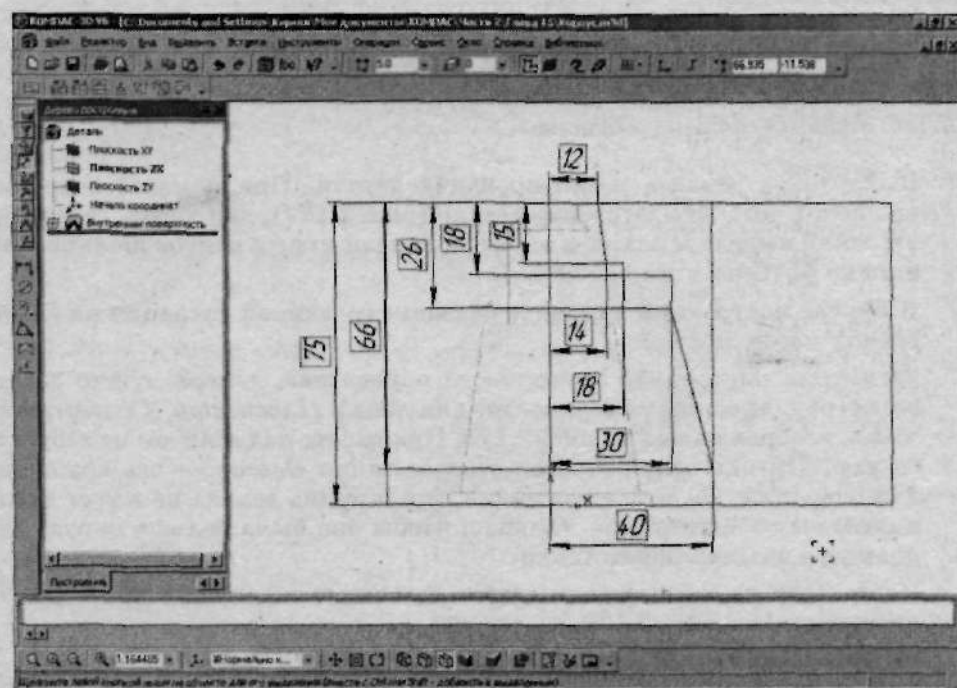

Рис. 2.178. Для того чтобы определить вид наружной поверхности детали, создайте эскиз
5. Геометрия внутренней поверхности определена, теперь нужно задать геометрию внешней поверхности, для чего в **Плоскости XY** постройте эскиз, изображенный на рис. 2.178. При работе над эскизом не забудьте создать вертикальный отрезок стилем линии *Осевая* — ось вращения для операции. Обратите внимание, что ширина эскиза не имеет принципиального значения — главное, чтобы она была больше наружного диаметра созданной заготовки.